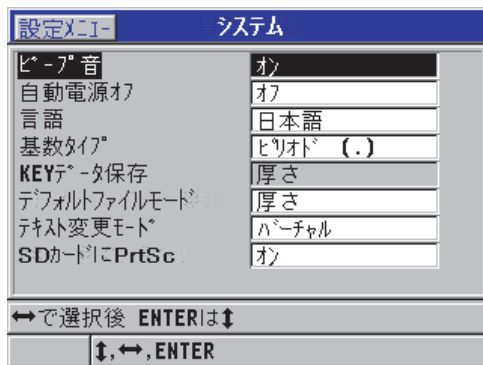

図 8-2 システム画面
1. 測定画面で、**[設定]**を押してから、システムを選択します。システム画面が表示されます（148 ページの図 8-2 を参照）。